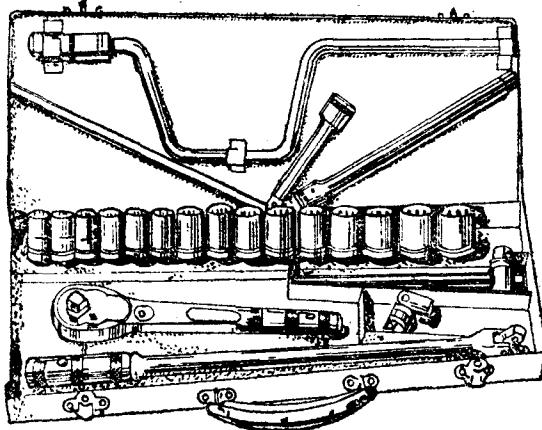

图 1-12 套筒扳手
(3) 套筒扳手 通常以若干件组成一套(如图1-12)。有9件、13件、17件和24件的。它用于拆装位置狭小，特别隐蔽的螺母和螺钉。套筒是做成单体的，工作中可根据需要选用各种不同规格的套筒和手柄，因此它的用途更广泛，工作效率更高。汽车驾驶员常用的专用套筒扳手有：火花塞套筒；轮胎套筒；后轮轴承套筒。